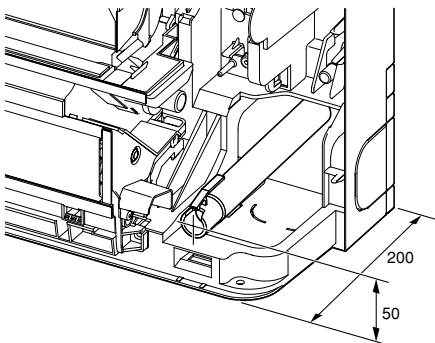

Fig. 5-3
- ⑪ 向下倾斜
- ⑫ 不能向上倾斜
- ⑬ 积水
- ⑭ 空气
- ⑮ 排水末端浸入水中。
- ⑯ 排水通道
- ⑰ 距离地面 50 毫米或以下
- ⑱ 排水管
- ⑲ 可安装的 PVC 软管(内径: 15 毫米)或坚硬的 PVC 管道 (VP-15)
- 布置排水管道时，请确保排水软管如图布设。(Fig. 5-3)